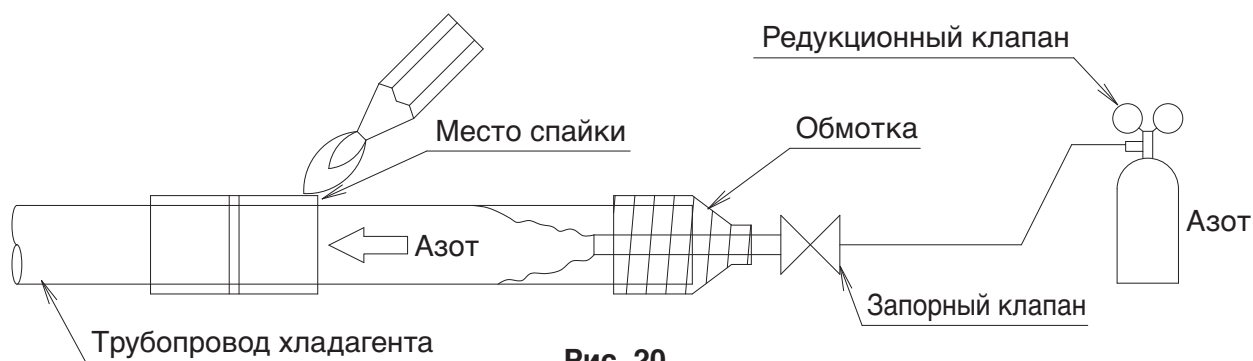

Рис. 20
- * Перед пайкой трубопровода для хладагента дождитесь, пока азот вытеснит из него воздух. Затем выполните запаивание (ПРИМЕЧАНИЕ 2). **(См. рис. 20)** После завершения работы по запаиванию, выполните соединение развальцовки с блоком.